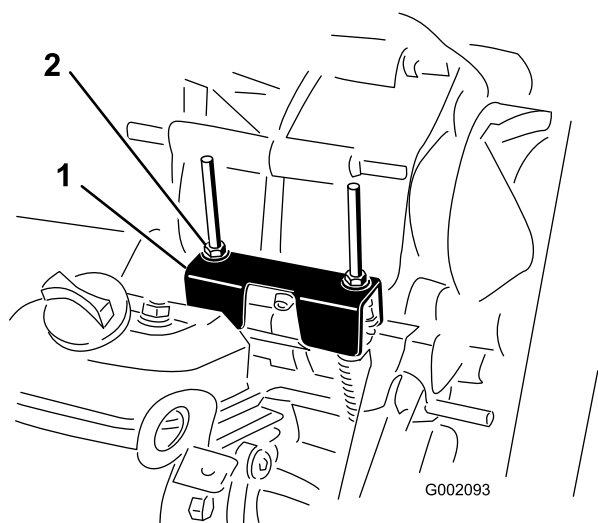

Figure 67
Lors des entretiens courants et/ou des diagnostics du moteur, vous devez placer la boîte-pont au point mort (Figure 67). La position point mort de l'inverseur de marche commande le point mort de la boîte-pont. Procédez comme suit pour vérifier que le point mort de l'inverseur de marche actionne correctement le point mort de la boîte-pont :
2. Vérifiez que la patte de réglage du point mort est à la position point mort (au même niveau que le support de fixation du câble situé sous la patte d'inversion de marche) en tournant l'embrayage (Figure 67).
3. Tournez un des contre-écrous (Figure 67) pour obtenir un espace de 0,762 à 1,524 mm entre le bas de l'écrou/la rondelle et la patte de réglage du point mort.